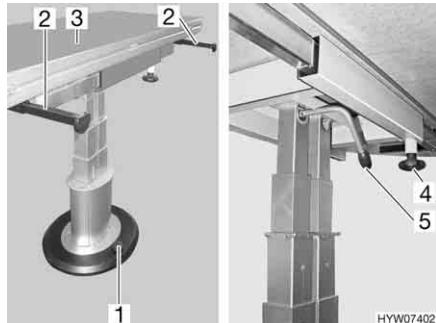

Bild 91 Fester Tisch mit Teleskopstischfuß
- Die Stützschiene (Bild 91,2) bis zum Anschlag herausziehen.
- Die obere Tischplattenhälfte (Bild 91,3) umklappen und auf den Stützschienen ablegen.
- Die Rändelschraube (Bild 91,4) lösen.
- Mit dem Fuß auf den Knopf (Bild 91,1) treten. Die untere Verriegelung ist offen.
- Den Verriegelungshebel (Bild 91,5) nach hinten schwenken. Die obere Verriegelung ist offen.
- Den Verriegelungshebel (Bild 91,5) nach vorn schwenken. Der Tischfuß ist verriegelt.
- Den Verriegelungshebel (Bild 91,5) nach hinten schwenken. Die obere Verriegelung ist offen. Die Tischplatte fährt bis zum Anschlag nach oben.
- Mit dem Fuß auf den Knopf (Bild 91,1) treten. Die untere Verriegelung ist offen. Die Tischplatte fährt ganz nach oben.